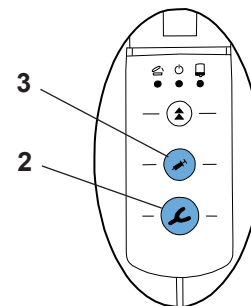

Fig. 8
- Si se pulsa la tecla de exprimido Cuchara de impresión (2, Fig. 8) o Dispensador (3, Fig. 8) sin haber seleccionado antes ningún programa, el programa activará automáticamente el programa **ST**. Se encenderá el diodo situado junto a la tecla **ST**.